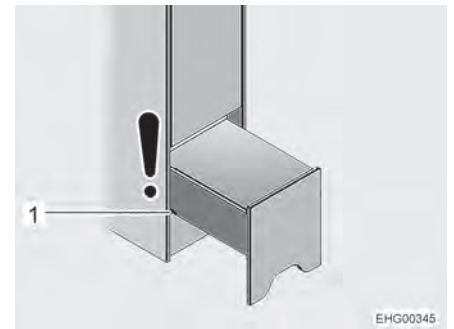

Bild 81 Aufstiegshilfe (Nachtposition)
▷ Die Toilettenraumbür liegt der Aufstiegshilfe gegenüber. Solange die Aufstiegshilfe nur teilweise herausgezogen ist ("Nachtposition", siehe Bild 81), kann die Toilettenür weiterhin geöffnet werden. Wenn die Aufstiegshilfe ganz herausgezogen ist, um Zugang zum Staufach zu erhalten, kann die Toilettenraumbür nicht mehr vollständig geöffnet werden.
- Aufstiegshilfe (Bild 80,2) am Ausschnitt (Bild 80,1) greifen, leicht anheben und bis zur ersten Nut (Bild 81,1) herausziehen (Nachtposition).